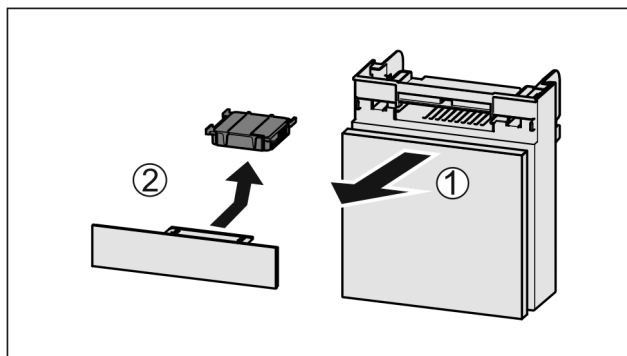

Fig. 212
- Húzza ki Fig. 212 (1) előre felé a rekeszt.
- Vegye ki az aktív szén-szűrőt Fig. 212 (2).